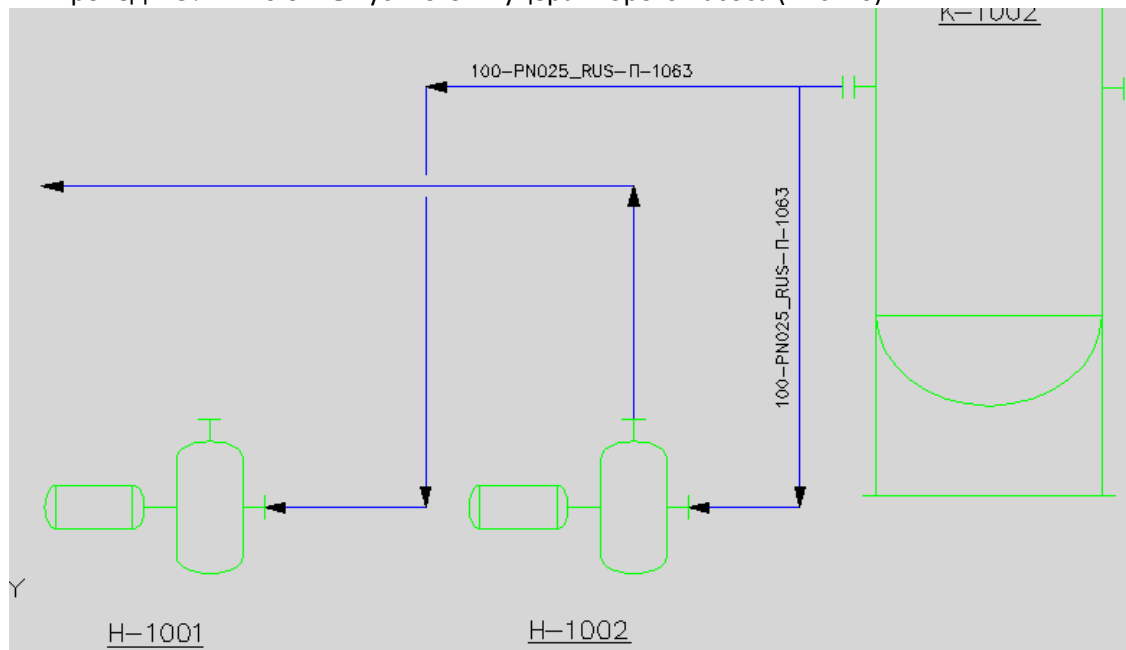

Рис. 16
- Проведите линию от выпускного штуцера второго насоса (Рис. 16).